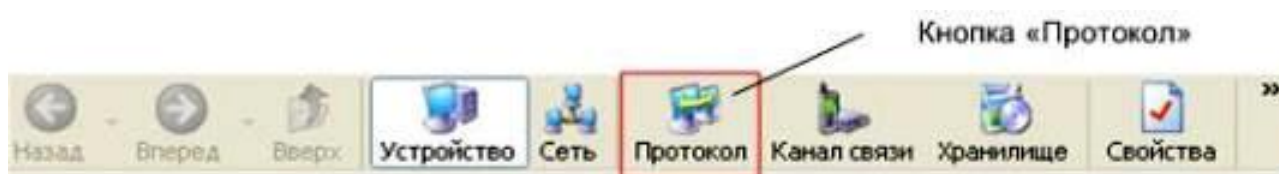

Рисунок 45 – Кнопка «Протокол» на панели инструментов
5.3.6.1 Для изменения настроек протокола обмена нажать на панели инструментов кнопку «Протокол» (или через меню «Справочник → Протокол обмена») (рисунок 45). В результате откроется окно «Справочник».